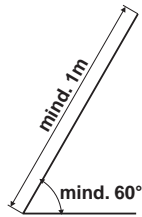

Abb. 2:
- **Eine gleiche Lastverteilung in allen vier Strängen sicherstellen und einen Winkel der Zugseile von mindestens 60° einhalten (siehe Abb. 2). Nur Ringketten oder Seilgehänge mit gleicher Länge verwenden (mindestens 1m)!**